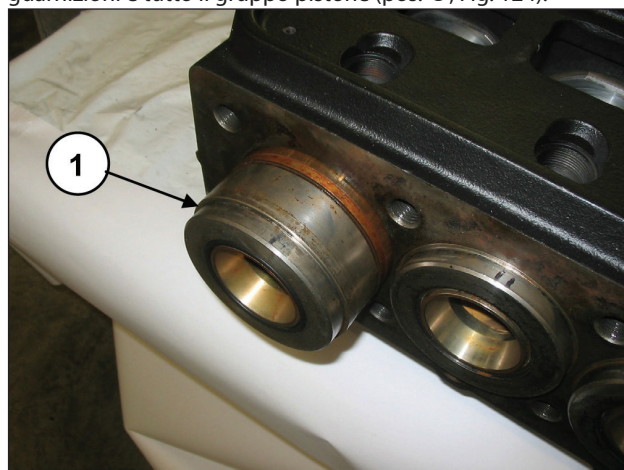

Fig. 124
Ruotando l'albero, fare avanzare il guida pistone in modo che il tampone, avanzando a sua volta, possa espellere il supporto guarnizioni e tutto il gruppo pistone (pos. ①, Fig. 124).